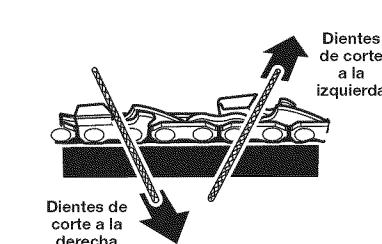

Fig. 43
- Aplique una cuantas pasadas firmes en cada diente. Lime todos los dientes de corte a mano izquierda en una dirección (Fig. 43). Muévase al otro lado entonces y lime los dientes de corte a la derecha, en dirección contraria (Fig. 43). De vez en cuando, quite las límlallas de la escofina con un cepillo de alambre.